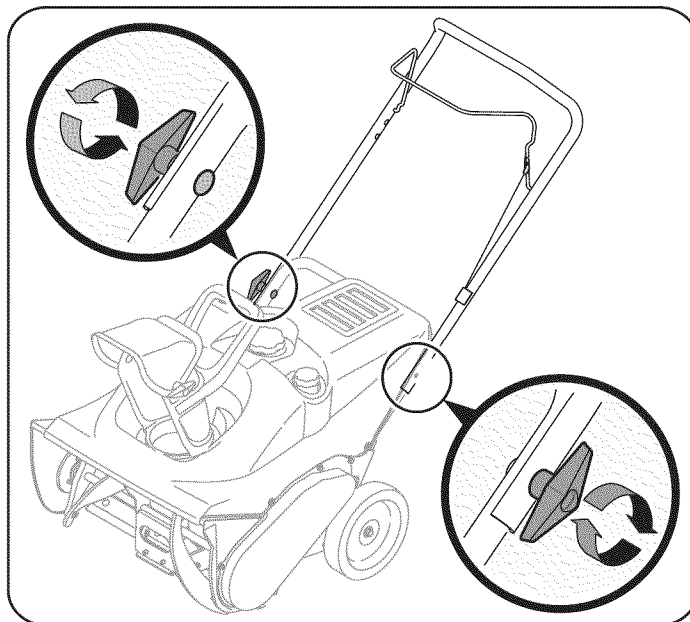

Figura 2
2. Ajuste las perillas de aletas para sujetar la barra en su lugar. Vea la Figura 2.